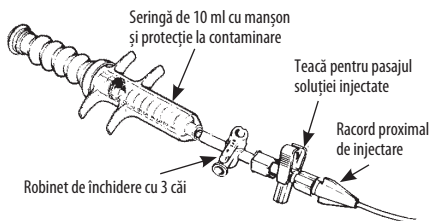

Figura 3. Teacă pentru pasajul soluției injectate, conectată la lumenul de injectare al cateterului
Când este utilizată în combinație cu sonda de temperatură a soluției injectate, teaca pentru pasajul soluției injectate (model 93505) permite măsurarea directă a temperaturii la indicatorul termic al lumenului proximal de la punctul de perfuzare. Măsurarea temperaturii soluției injectate la punctul de perfuzare ajută la reducerea erorilor care survin frecvent la utilizarea tehnicilor de injectare standard (de exemplu: încălzirea soluției injectate, ca urmare a modului de manevrare a seringii). Temperatura soluției injectate este transmisă direct de sonda de temperatură a soluției injectate la un monitor de pacient, pentru analizarea curbei și determinarea debitului cardiac. Pentru a determina debitul cardiac corect, este necesar ca în calculator să fie introdusă o constantă de calcul adecvată. La capătul proximal al tecii pentru pasajul soluției injectate trebuie amplasat un robinet de închidere cu 3 căi (Figura 3), pentru întreținerea standard a cateterului și retragerea fluidului.
1. Verificați calea fluidului și asigurați-vă că nu conține aer. Atașați teaca pentru pasajul soluției injectate la robinetul de închidere de pe lumenul de injectare al cateterului (Figura 3).